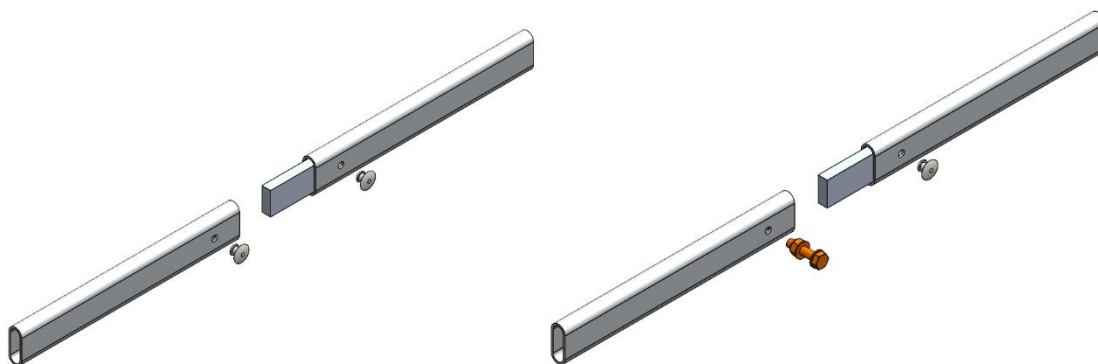

Abbildung 7
- Mitgelieferte Teile für die Käfigtrennung (siehe Abbildung 7)